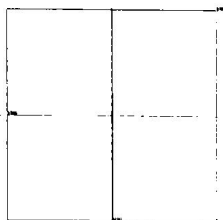

图 1-2 绘图平面
2. 制作绘图平面。在菜单管理器(Menu Manager)中依次执行 PART→Feature→Create→Solid→Protrusion→Extrude→Solid→Done 命令和 ATTRIBUTES→Both Sides→Done 命令，此时，系统会要求选取一个平面，在屏幕的参考面中选取 TOP 面后，执行菜单管理器中的 Okay→Default 命令，即可出现如图 1-2 所示界面。